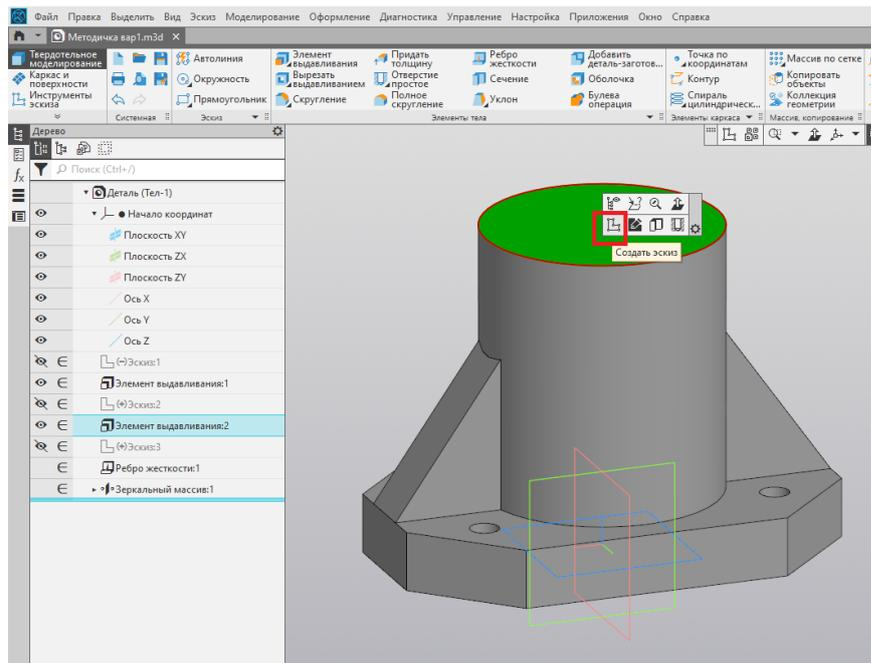

Рис. 23
20. В верхней части цилиндра создаём новый эскиз (рис. 23).